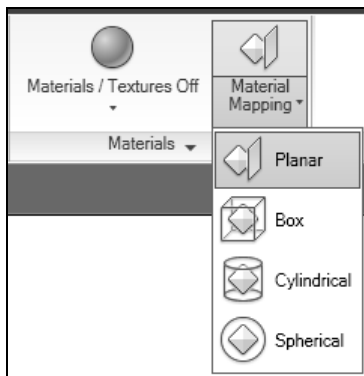

Рис. 13.10. Графическое меню для наложения текстуры на модель с учетом ее формы
3. Раскройте графическое меню **Material Mapping** (Наложение материалов) (рис. 13.10).